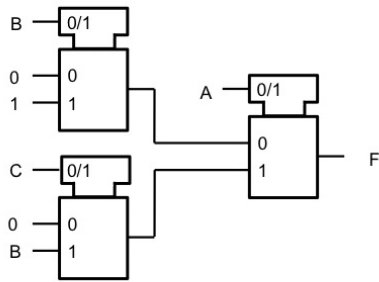

Abbildung 1.1: Implementierung der Funktion F mittels Multiplexern
Gegeben ist die Multiplexer-basierte Implementierung einer Funktion $F(A,B,C)$ laut Abbildung 1.1.
- Geben Sie für die verwendeten Multiplexer eine Realisierung mittels Transmission Gates und Invertern an (mit geeigneter Entkopplung von Eingang und Ausgang)! Wie viele Transistoren benötigt ein Multiplexer, wie viele die gesamte Implementierung von $F(A,B,C)$ lt. Abbildung 1.1 (für interne Verbindungen können Sie die Entkopplung nun einsparen)?